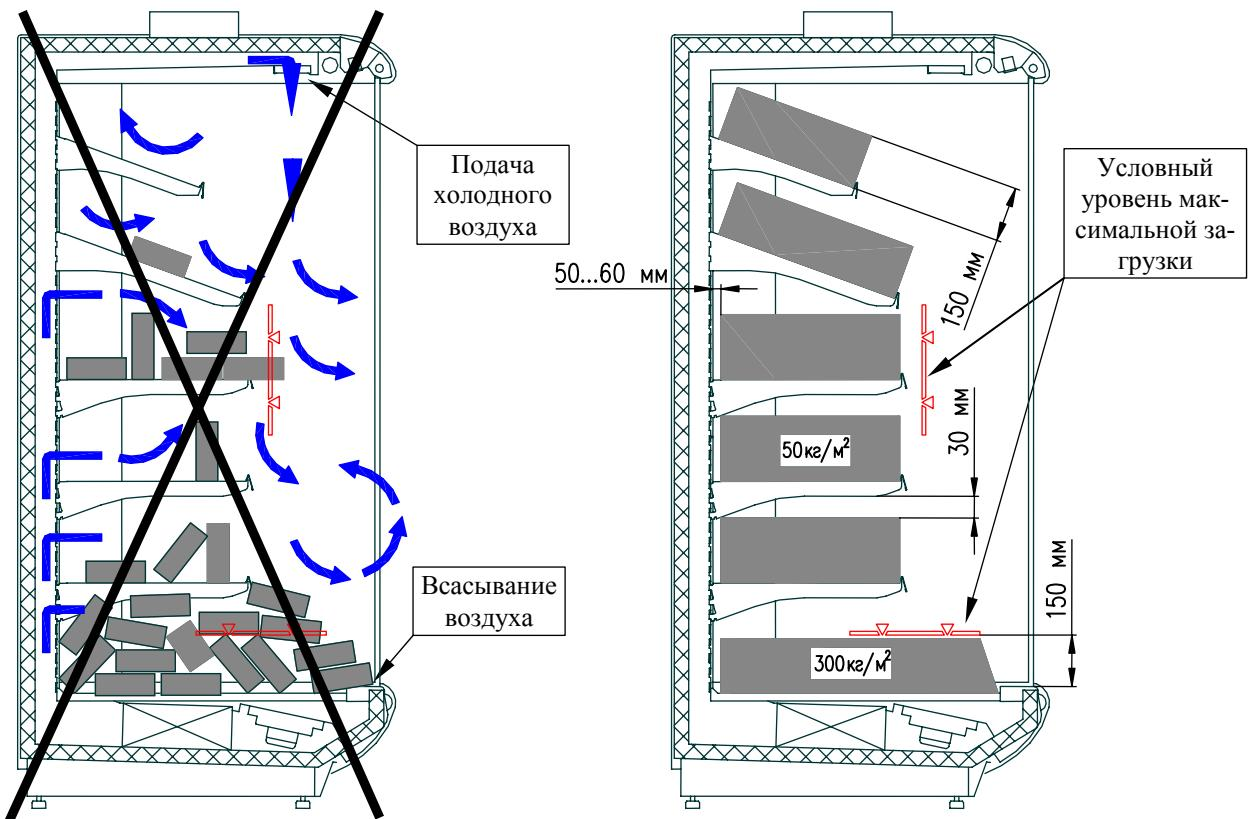

Рис. 3. Загрузка витрины продуктами
- Продукты необходимо раскладывать в отведенное для них место, не превышая при этом уровня максимальной загрузки (рис. 3). В случае превышения уровня загрузки воздушная вентиляция будет недостаточной, и температура продуктов станет более высокой, кроме того, на испарителе может образоваться слой льда.
- При укладке продуктов **необходимо обеспечивать их равномерное распределение по всей длине полок** (рис. 3), что обеспечивает лучшие условия хранения продуктов и работы холодильной витрины, не превышая нормы загрузки, указанные в табл. 1.
- Проверить правильность расположения продуктов в витрине, согласно п. 3.5 и рис. 3.